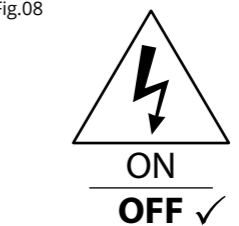

Fig.08
- Ensure the AC/mains power is not connected and cannot be reconnected during installation. (Fig. 08)
- S'assurer que la prise de sortie en CA n'est pas branchée et ne peut être reconnectée durant l'installation. (Fig. 08)
- Asegúrese de que la fuente de alimentación no esté conectada y que no pueda ser reconnectada durante la instalación. (Fig. 08)